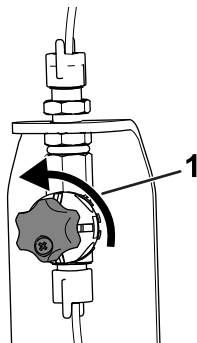

Figura 23
5. Per l'operazione iniziale, aprite la valvola di regolazione della densità della schiuma da 1/8 a 1/4 di giro in senso contrario alle lancette dell'orologio (Figura 23).